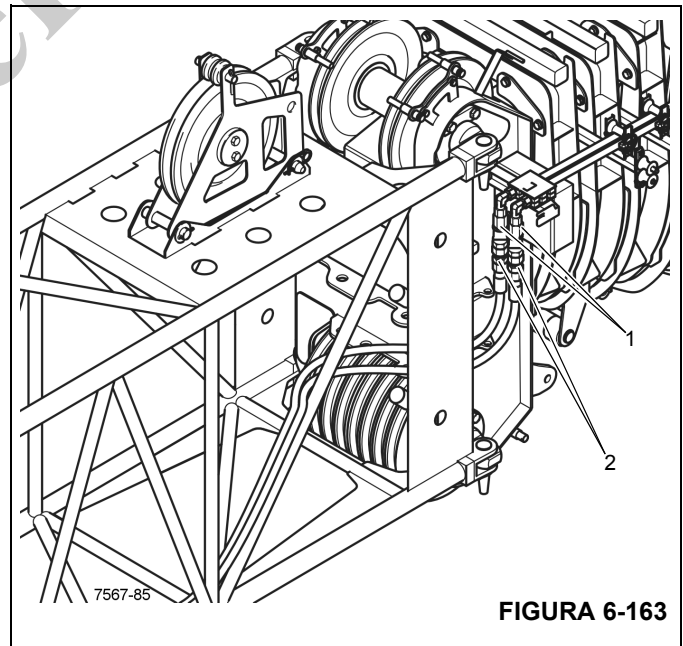

FIGURA 6-163
1. Si es necesario, instale las mangueras hidráulicas (1) (Figura 6-163) en la punta de la pluma; consulte *Conexiones hidráulicas de extensión (extensión hidráulica opcional)*, página 6-60.
2. Pase los extremos cortos (2) hasta la cabeza de la pluma principal.
3. Retire las tapas protectoras y conecte los extremos cortos (2) a los conectores de la punta de la pluma (1).
1. Desconecte los extremos cortos de las mangueras (2) de los conectores de la punta de la pluma (1) (Figura 6-163).
3. Pase los extremos cortos (2) hacia el interior y póngalos delante del tirante transversal inferior de manera que no cuelguen.